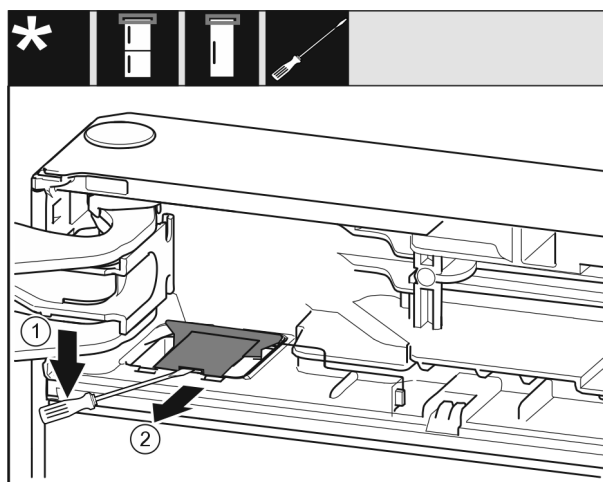

Fig. 12
- ▶ Con un cacciavite a intaglio disinnestare la copertura Fig. 12 (1).
- ▶ Estrarre la copertura Fig. 12 (2).